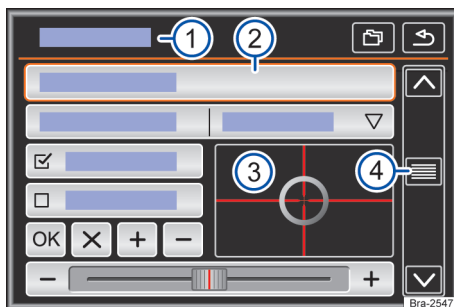

Fig. 110 Representação esquemática: vista geral das possíveis superfícies de função no display.
O aparelho está equipado com um touchscreen (tela de toque) → Fig. 110 (3).
As superfícies de função iniciam funções ou abrem outros submenus. Em submenus é indicado, na linha do título, o menu atualmente selecionado → Fig. 110 (1).